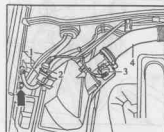

图 1-5 拔下空气流量计和通风电磁阀线束插头
7. 拔下空气流量计和活性炭罐阀的插头 2 和 3,拔下活性炭罐阀 1,松开箭头所示的螺栓,将空气滤清器壳体连同空气导管一同拆下,见图 1-5。